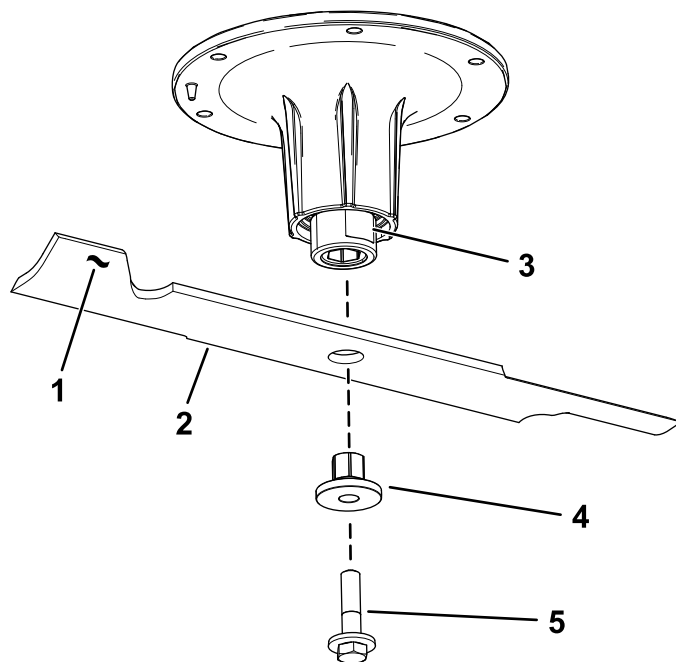

Figure 103
2. Retirez le boulon, la douille et la lame de l'axe de pivot (Figure 103).